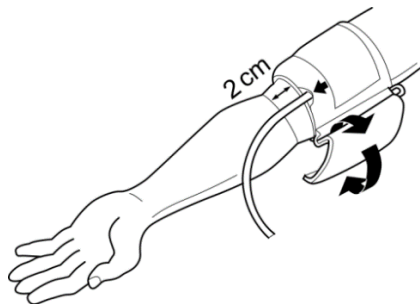

Fig. 8: Position correcte du brassard
5. Passez le bras gauche dans la boucle du brassard (Fig. 8):